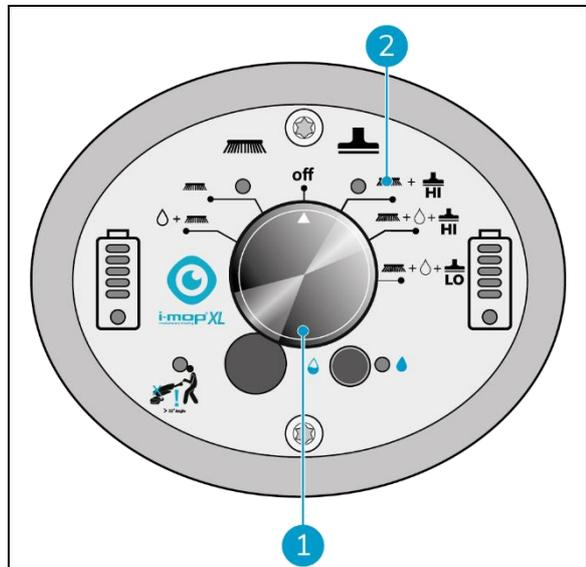

Figura 26
1. Utilizzare l'interruttore principale di i-mop XL Pro (Figura 26, pos. 1) e scegliere MODO 3 Spazzola + Aspirazione a secco (Figura 26, pos. 2).